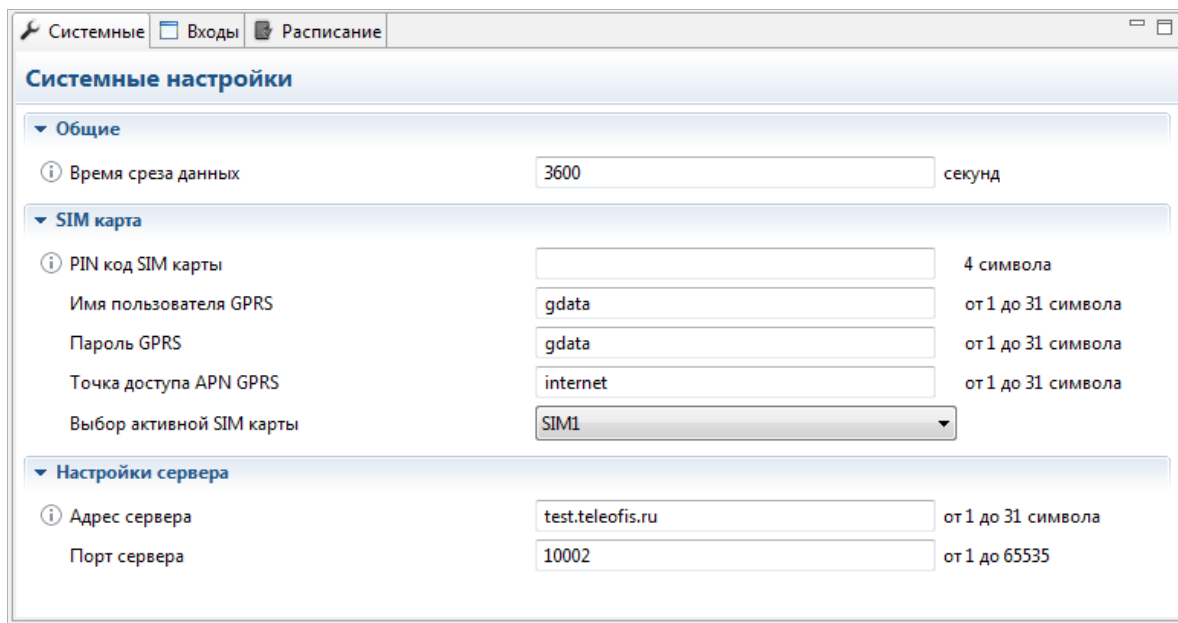

Рис.19. RTU Configuration Tool. Системные настройки.
- **Системные** — вкладка позволяет настроить параметры SIM-карты, сервера, а также периодичность записи среза данных в журнал (Рис.19). Параметры по умолчанию и диапазон возможных значений по каждому параметру указаны в Таблице 5.